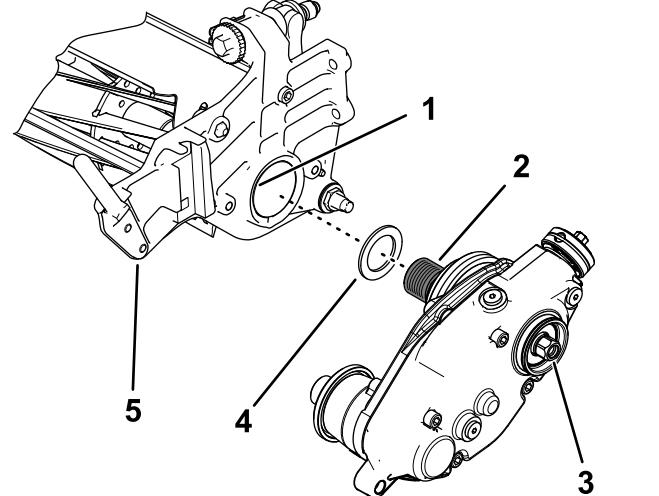

Figura 7
4. Instale a caixa da transmissão do rastelo no eixo do cilindro (Figura 7).
- Com o cilindro preso, aperte a cabeça sextavada do eixo da caixa da transmissão com 135 a 150 N·m; consulte a Figura 7.